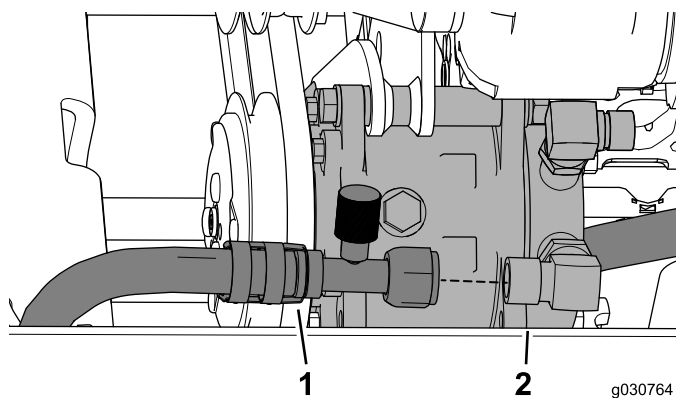

图42
1. 将驾驶室装置的空调低压软管（7/8 英寸）连接至直角接头（7/8 英寸），如 图42 所示。